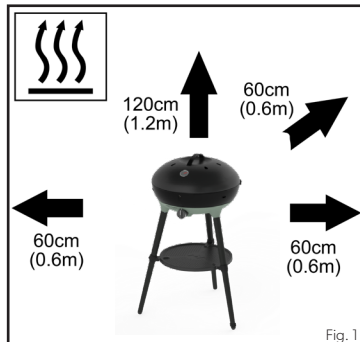

Fig. 1
- Sørg for at apparatet holdes borte fra brannfarlige materialer når det er i bruk. Trykke minimumsavstander er: over apparatet - 1,2 m, på baksiden og på sidene - 0,6 m. (fig.1)